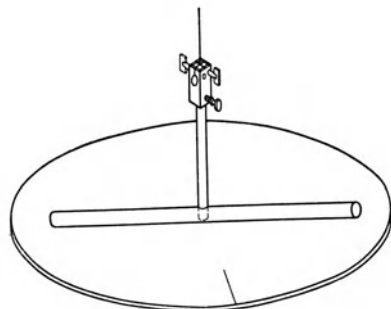

Fig. 98.
e) Entferne den Ring und schiebe den Messingstab auf den Stift der Scheibe (Fig. 98). Bestimme durch Beobachtung der Schwingungsdauer  $\tau_3$  die Drehmasse des Stabes. Bestimme durch Wägung die Masse  $m_3$  des Stabes und vergleiche den aus der Schwingungsdauer hergeleiteten Wert  $K_3$  mit dem nach der Formel